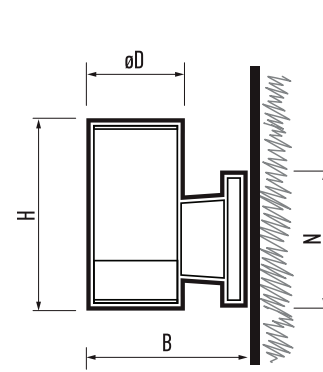
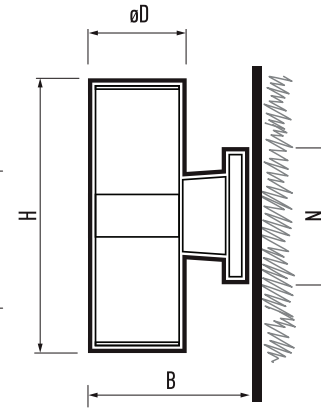

Рис. 1 Одностороннее свечение
Рис. 2 Двухстороннее свечение
- 1.2 Светильник светодиодный фасадный серии PWL производится в 2-х модификациях: одностороннего свечения PWL-200110/30D 1x9W (рис. 1) и двухстороннего свечения PWL-26090/30D 2x5W, PWL-300110/30D 2x9W, PWL-300110/30D 2x12W (рис. 2).